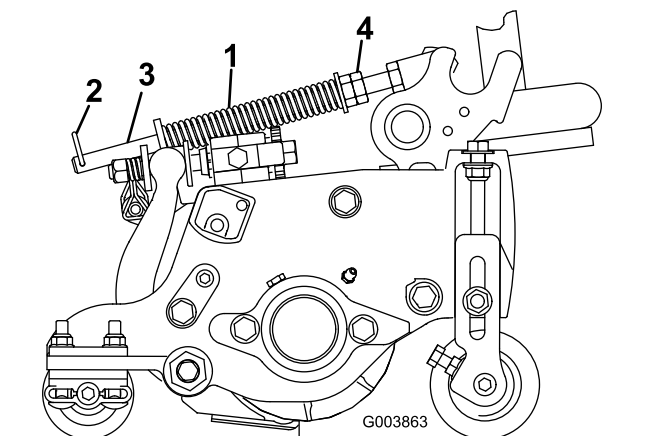

Figura 14
- Verificate che la coppiglia sia montata nel foro posteriore dell'asta della molla (Figura 14).
- Serrate i dadi esagonali sulla parte anteriore dell'asta della molla fino a ridurre la lunghezza compressa della molla a 12,7 cm sugli apparati di taglio da 12,7 cm oppure a 15,9 cm sugli apparati da 17,8 cm (Figura 14).
La molla di compensazione del manto erboso trasferisce inoltre il peso dal rullo anteriore a quello posteriore (Figura 14). per contribuire a ridurre l'ondulazione del manto erboso, detta anche fluttuazione o bobbing.